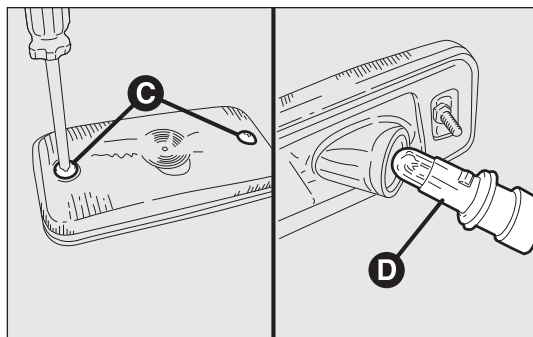

fig. 199
- dévisser les deux vis de fixation C-fig. 199 et déposer le feu;